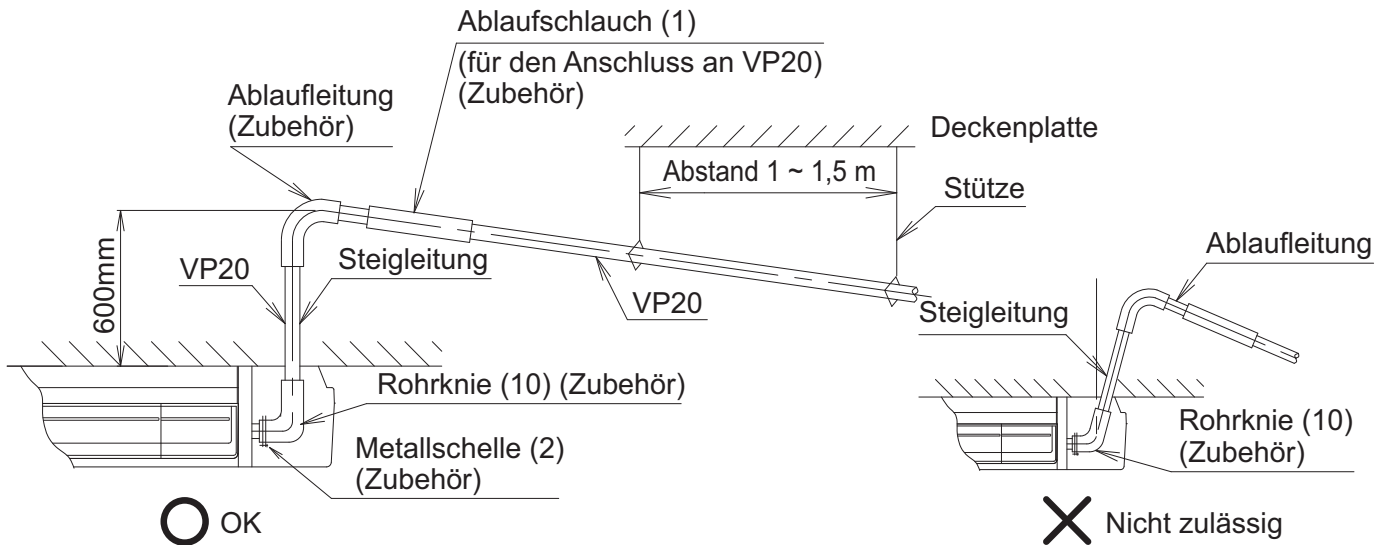

Abb. 29
- Installieren Sie Stützen im Abstand von 1 bis 1,5 m, damit sich die Rohrleitungen nicht verbiegen. **(Siehe Abb. 29)**
- Installieren Sie die Ablaufsteigleitung senkrecht. **(Siehe Abb. 29)**